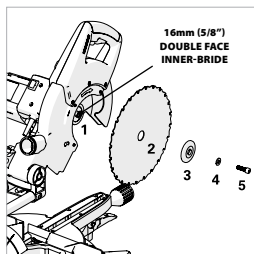

Fig. 40g
- Installez la nouvelle lame (**Fig. 40g**). Assurez-vous que la rotation la flèche sur la lame correspond à la flèche de rotation dans le sens horaire sur la protection supérieure.